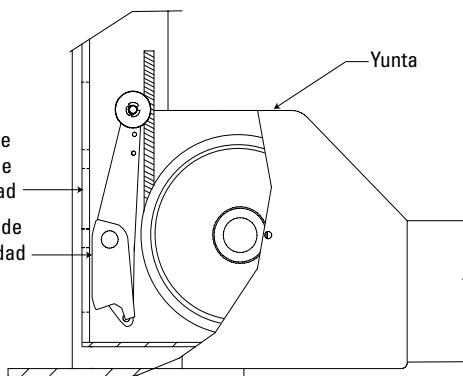

Fig. 24
- K. Ponga en operación la válvula de aire y verifique la operación de los seguros en todas las cuatro esquinas. Los cierres de seguridad deben tirar más allá de los extremos del yugo para liberar las barras de fijación ubicadas en todas las cuatro columnas, Fig. 24.**